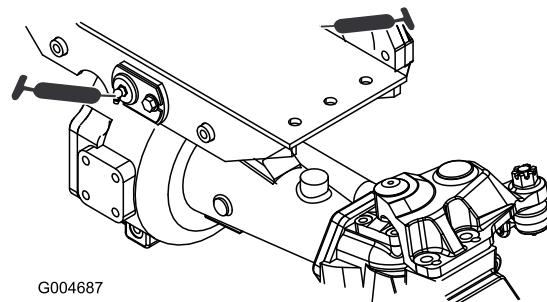

Figure 75
- 2 bagues de pivot d'essieu avant et arrière (Figure 75)